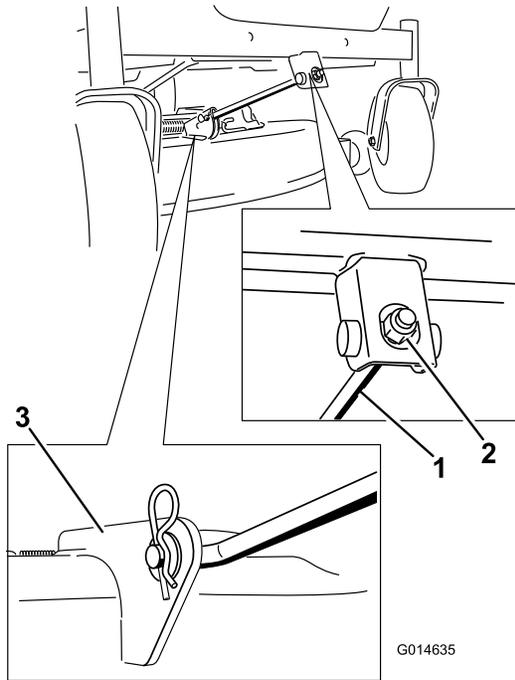

Figura 70
5. Retire la chaveta de la varilla de soporte delantera y retire la varilla del soporte de la carcasa (Figura 70).
6. Conecte la varilla de soporte delantera a la carcasa de corte con el pasador y la chaveta (Figura 70).